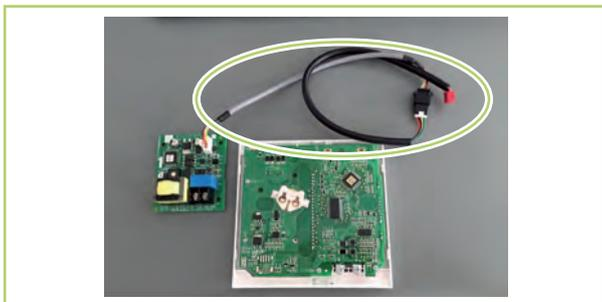
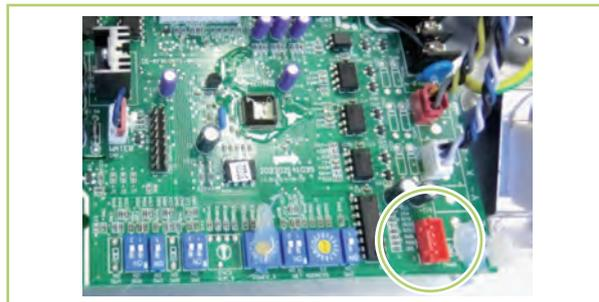

Abb. 6: Stecker mit Steuerplatine verbinden
Abb. 7: Kontakt CN40 auf der Steuerplatine
2. ► Verbinden Sie den Stecker (Abb. 6) der Anschlussplatine mit Kontakt CN40 (Abb. 7) der Steuerplatine des Innengerätes: